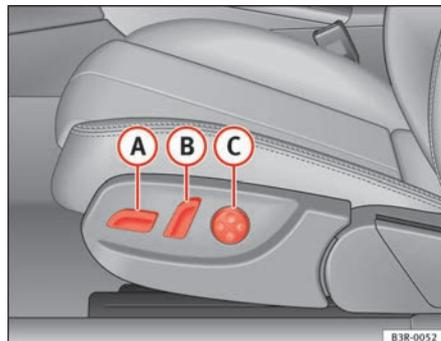
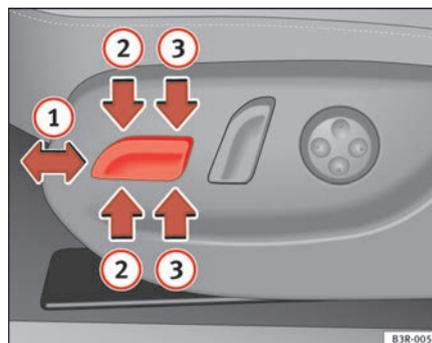

Fig. 107 Asiento delantero: Mandos para el ajuste
Fig. 108 Asiento delantero: Mandos para el ajuste de los asientos
- Desplace el mando (A) ⇒ fig. 107 hacia adelante o hacia atrás (1) ⇒ fig. 108 ⇒ ⚠.